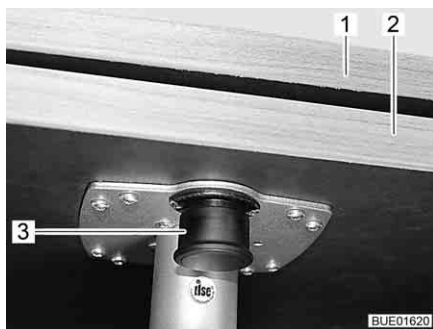

Fig. 103 Prolunga estraibile del tavolo
- Premere il tasto (Fig. 103,3) del bloccaggio e ruotare verso l'esterno la prolunga del tavolo (Fig. 103,2).
- Piegare la prolunga del tavolo (Fig. 103,2) sotto il piano del tavolo (Fig. 103,1), finché non si sente scattare il bloccaggio.